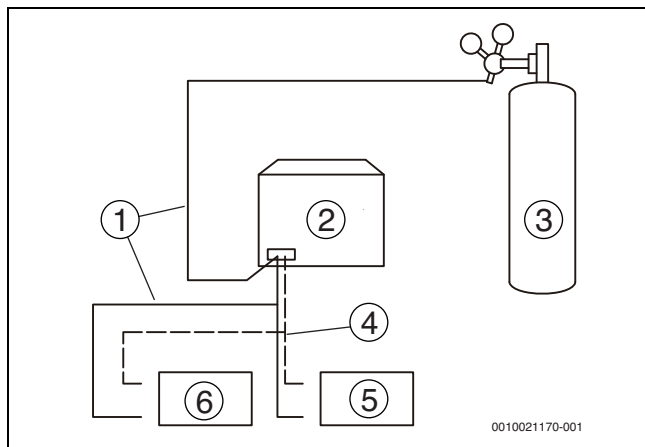

Bild 13
4. Bis auf die Öffnung der am weitesten von den Außeneinheiten entfernten Inneneinheit („Inneneinheit A“ in Abb. 13) alle flüssigkeitsseitigen (oder gasseitigen) Öffnungen mit Blindstopfen verschließen.